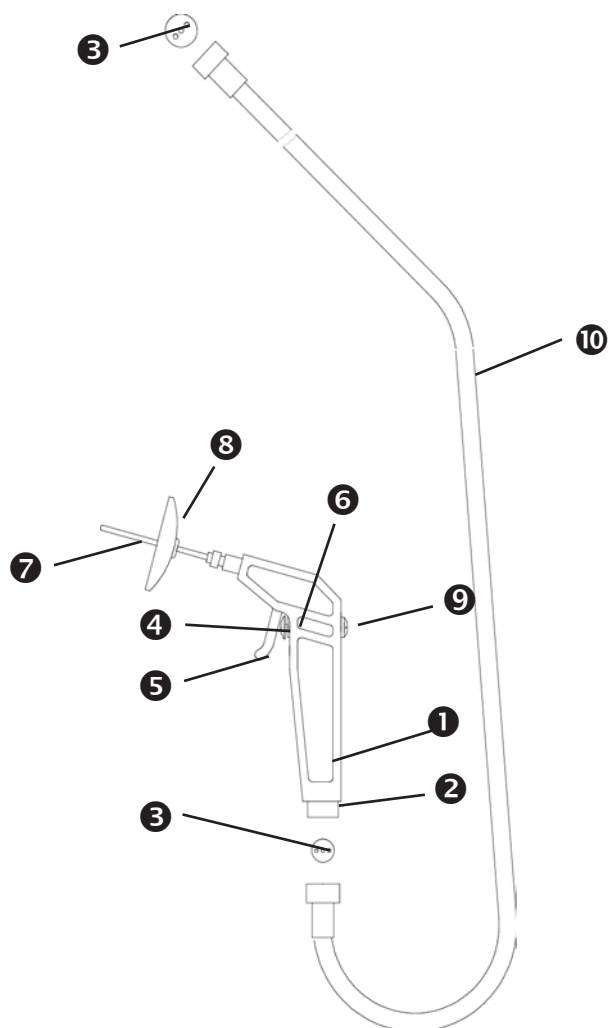

Figura 4. Manopola di lavaggio
- Avvitare il "tubo doppio" (⑩, figura 4), con la "guarnizione a tre fori" inserita (⑨, figura 4) sull'allacciamento dell'apparecchio (⑧, figura 3).
- Flusso d'acqua: almeno 400ml/min., dopo avere girato la vite di limitazione situata nella leva di disinnesto della manopola (5, figura 4).